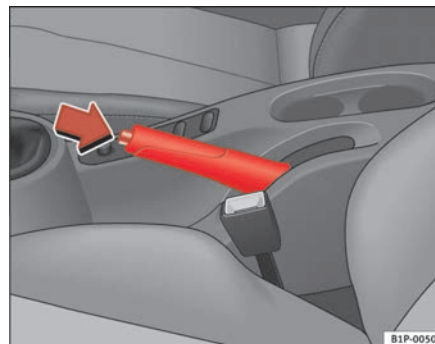

Fig. 125 Freno de mano entre los asientos delanteros
⇒ fig. 125.
- Tire ligeramente de la palanca hacia arriba, presione el botón de desbloqueo en la dirección de la flecha ⇒ fig. 125 y baje completamente la palanca. ⇒